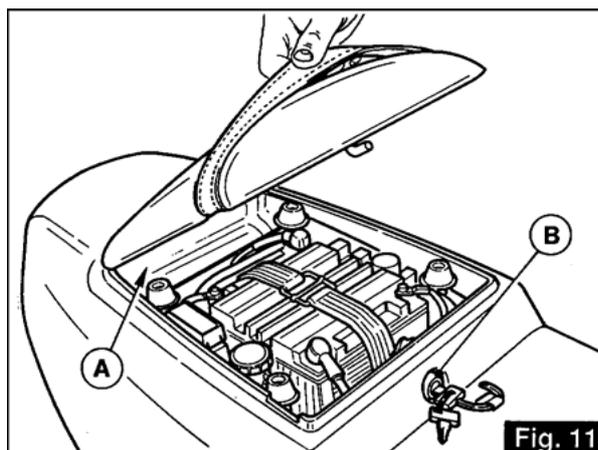

Fig. 11
Se trouve à l'arrière sur le côté droit de la moto; pour y accéder, enlever la selle du passager (voir figure 11).
3.15 BOÎTE POUR PAPIERS ET OUTILS («A» de la fig. 11)